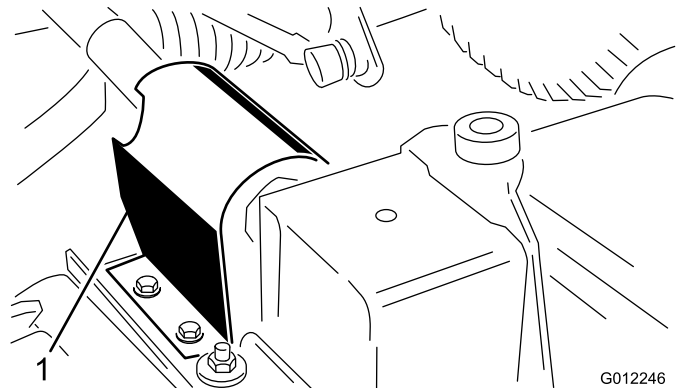

Figura 8
2. Retire os dois parafusos auto-roscentes que prendem a protecção da tomada de força à parte superior da placa de montagem da caixa de engrenagens e retire a protecção (Figura 8).